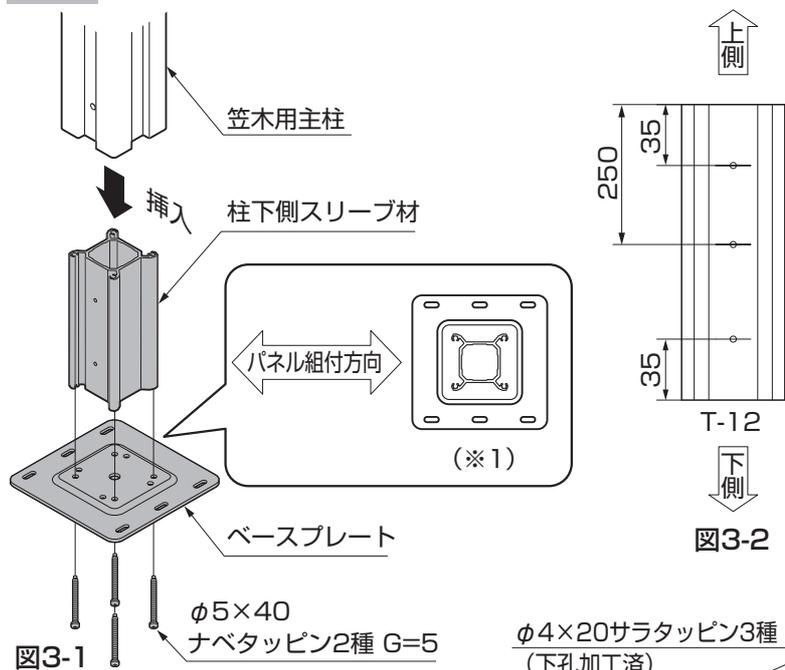
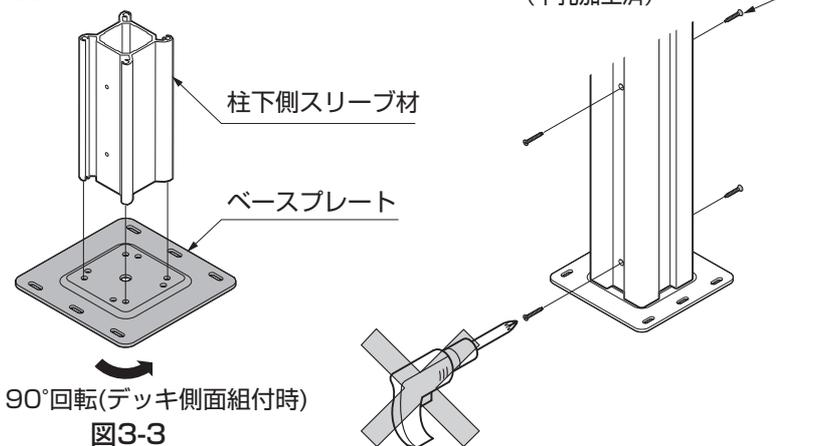

図3-1
図3-3
①ベースプレートの裏側から柱下側スリーブ材を、φ5×40ナベタッピン2種 G=5で4ヶ所ベースプレートの向きに注意して固定してください。(※1)
②笠木用主柱を、ベースプレートに組付けた柱下側スリーブ材へ挿入してください。(図3-1参照)
③笠木用主柱の孔位置からφ4×20サラタッピン3種で、笠木用主柱と柱下側スリーブ材を固定してください。
④デッキ側面に柱を組付ける場合、ベースプレートを90°回転して固定してください。(図3-3参照)